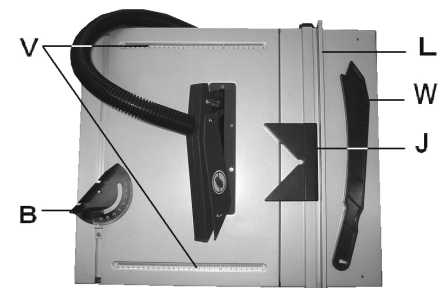

Fig. 4
Montieren Sie den Parallelanschlag (L, Fig. 4) und richten Sie ihn mit Hilfe beider Skalen (V) aus.